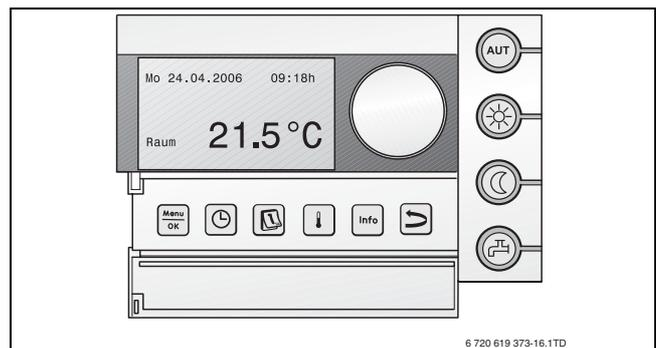

Fig. 10 Unidade de comando local RC35
- ▶ Efectuar ajustes na unidade de comando local (por ex. RC35, → fig. 10). Recomendamos que seja verificado ou ajustado o seguinte: